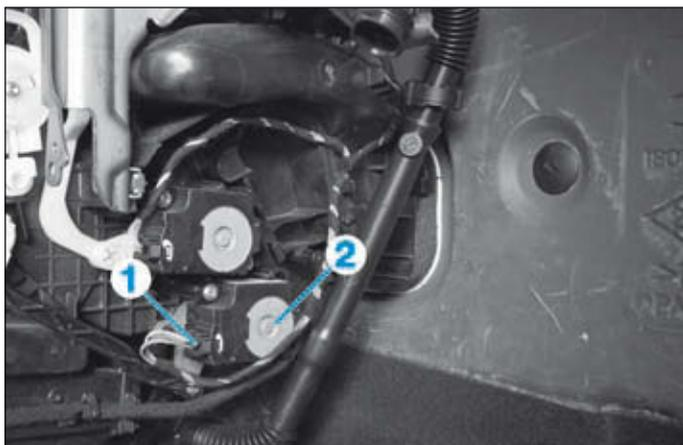

FIG.56
- Débrancher le connecteur (1) (Fig.56).
- le moteur de mélange d'air droit (2).